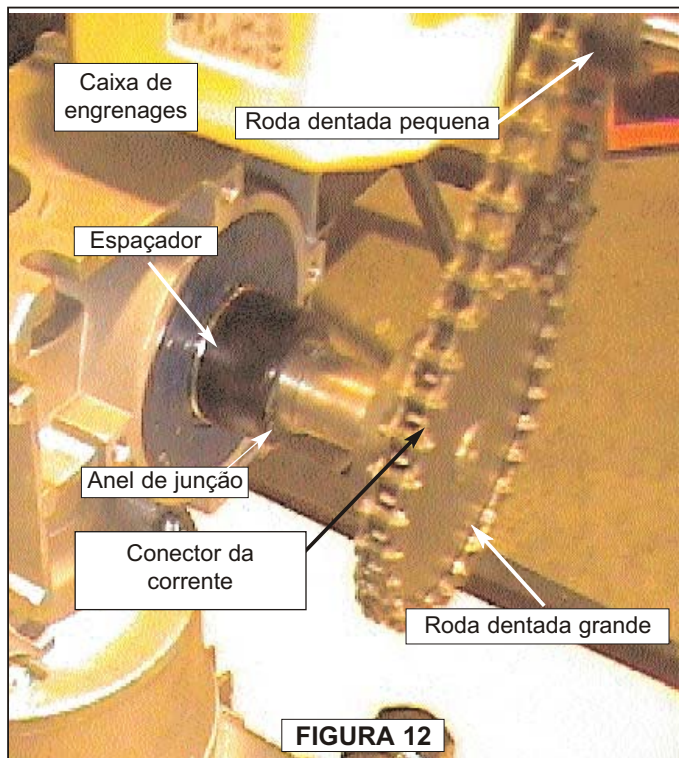

FIGURA 12
7. Instale o espaçador no eixo de acionamento do rolete, **figura 12**.
10. Instale a corrente #35 nas rodas dentadas, alinhando a corrente até que o conector se posicione na roda dentada grande, **figura 12**.
11. Coloque a ligação do conector na corrente e trave-a no lugar, **figura 12**. Para ajustar a corrente, afrouxe os parafusos do suporte do fim de curso até obter aproximadamente 1/4" de deflexão da corrente. Mais de 1/4" pode causar o desgaste no conjunto de rolamento do eixo de fim de curso. Certifique-se que a corrente está ajustada o suficiente para não deslizar sobre os dentes. Aperte os parafusos da classe 2 a 66 in/lbs de torque.